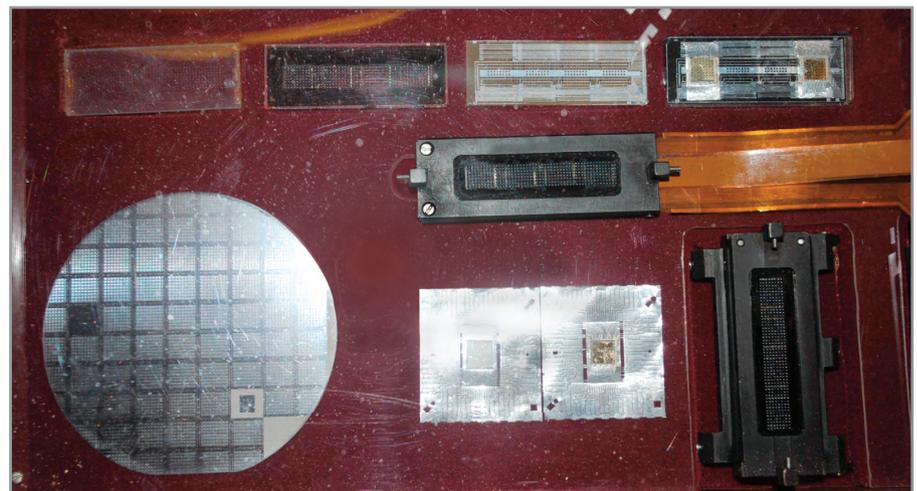

Рис. 7. Пластина кремния на сапфире (КНС) Ø76 мм с функциональными матричными кристаллами
1. Технология кремний на сапфире (КНС) с фотонной засветкой лазером VCSEL фотодиода через сапфировую подложку (снизу) (см. рис. 7).